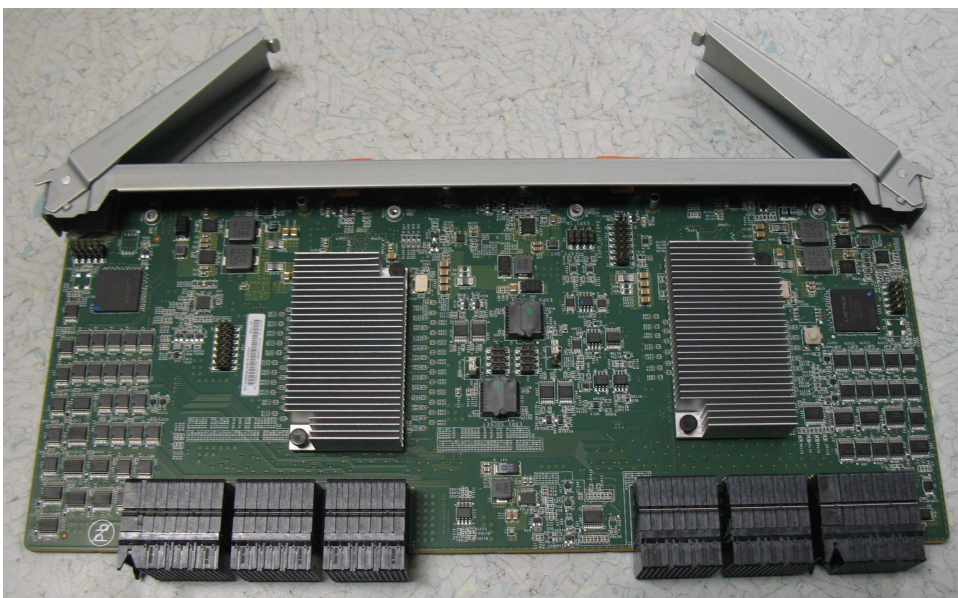

Рисунок 117. Вспомогательный модуль расширения удален из корпуса
5. Положите вспомогательный модуль расширения в безопасное место (см. рис. 117 на стр. 127).